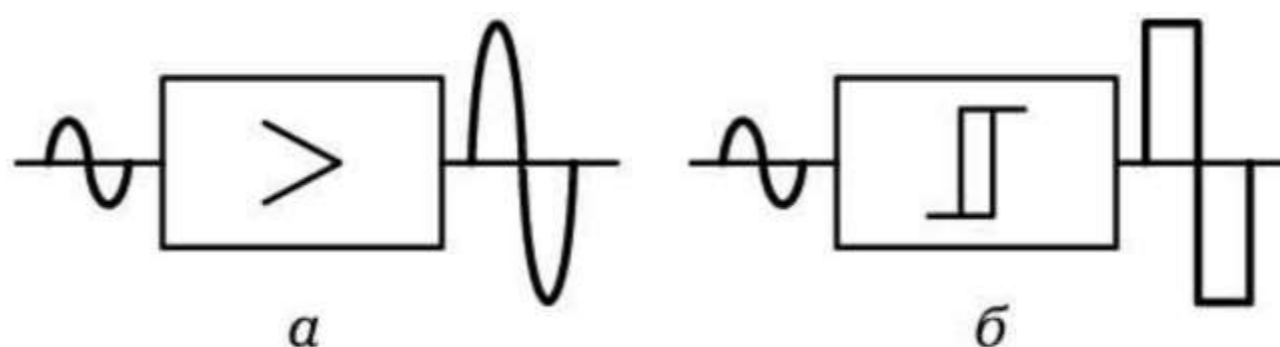

Рис. 6.30. Линейный (а) и релейный (б) усилители
- линейные (пропорциональные), у которых сигнал на выходе пропорционален входному сигналу (рис. 6.30, а);
- релейные, у которых форма сигнала на выходе отличается от формы входного сигнала, при этом выходной сигнал появляется лишь при достижении входным сигналом заданного уровня (рис. 6.30, б).